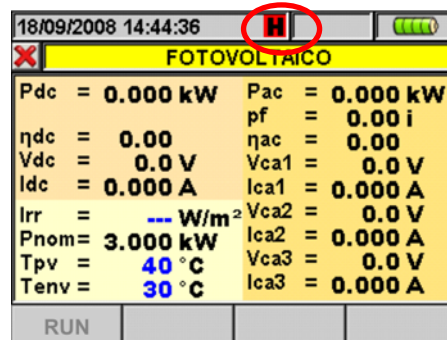

Fig. 4: Activación función HOLD en el visualizador
- ✓ **HOLD:** Función que bloquea/desbloquea en tiempo real los valores en todas las pantallas incluso durante un registro en curso. El símbolo "H" aparece sobre el visualizador a cada pulsación, como muestra la Fig. 4: